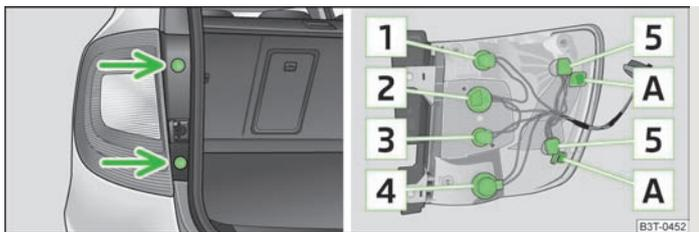

Fig. 194 Desmontagem da luz traseira (Combi)
Visão geral da disposição das lâmpadas incandescentes » Fig. 194.
- Retire os bujões » Fig. 194 e desaperte a luz traseira com uma chave Torx » Página 211, Ferramentas de bordo.
- Para voltar a montar, introduza primeiro a luz traseira, com as aberturas **A** » Fig. 194 no perno na carroçaria.